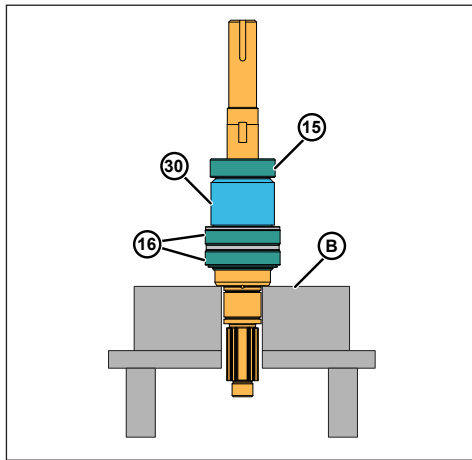

Abbildung 76 - Entfernen der Lager von der Welle
- Verwenden Sie eine Hydraulikpresse und Klemmblöcke (Abbildung 76, Pos. B), um die Lager (Pos. 15 und 16) und das Distanzstück (Pos. 30) zu entfernen.